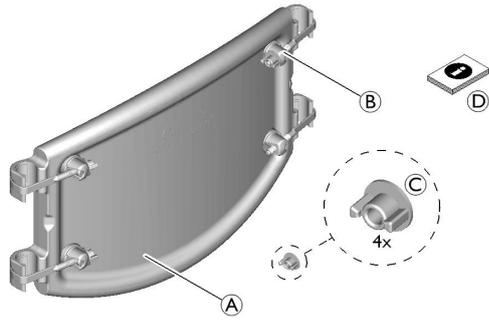

Fig. 1
I.2 Contenu (figure 1)
I.2 Contenuto della fornitura (fig. 1)